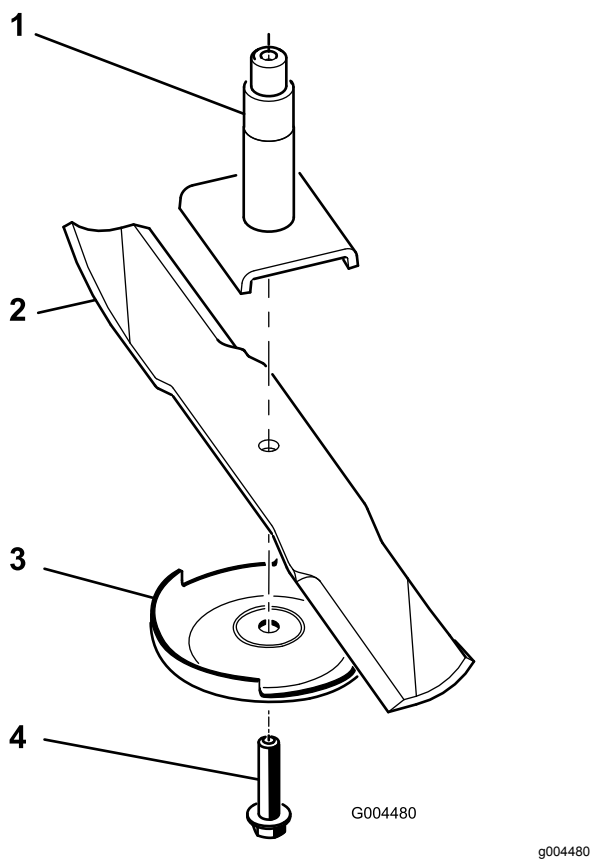

Figura 68
2. Ruotate il bullone della lama in senso orario per rimuoverlo (Figura 68).
3. Rimuovete la piastra antistrappo e la lama dall'asse del mandrino (Figura 68).